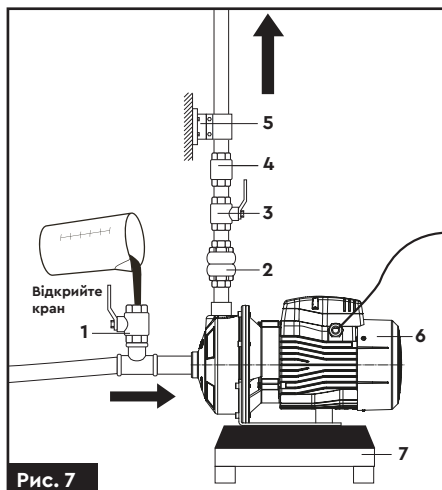

Рис. 7
3. Приєднайте напірний трубопровід до вихідного патрубка. З метою запобігання утворення повітряних бульбашок, які можуть перешкоджати нормальній роботі насоса, трубопровід не повинен мати гострих кутів типу «S» і/або зворотних нахилів. Шлях напірного патрубка трубопроводу має бути коротким і, по можливості, прямим, з мінімальною кількістю вигинів. У разі застосування перехідних муфт для приєднання всмоктуючого трубопроводу і зворотного клапана до насоса (6) (рис. 7), рекомендується ізолювати (обмотати) різьбове з'єднання тефлоновою (ФУМ) стрічкою.
4. Для полегшення проведення робіт по технічному обслуговуванню насоса, рекомендується на напірному трубопроводі встановити кульовий кран (3) (рис. 7), а також зворотний клапан (4) (рис. 7) між краном і напірним патрубком насоса.
5. Якщо насос використовується стаціонарно, рекомендується закріпити його на опорній поверхні з використанням гумових прокладок (7) або інших антивібраційних матеріалів.
6. Для зниження вібраційного шуму, з'єднання з жорсткими трубопроводами треба здійснювати за допомогою компенсаторів (2) (рис. 7) або гнучких труб.
1. Перш ніж підключати насос до електромережі, заповніть його корпус та всмоктуючий трубопровід водою за допомогою додаткового крану, що встановлений на всмоктуючому трубопроводі (рис. 7).
7. Для зливу рідини з корпусу насосної частини, відкрийте всмоктуючий трубопровід (рис. 7).